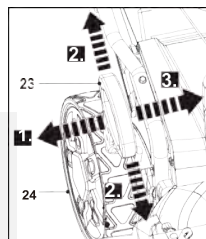

Fig. 20
1. Trageți maneta de reglare a înălțimii de tăiere (23) spre roata din spate (24) (Fig. 20, pasul 1), apoi mișcați-o înainte sau înapoi la înălțimea dorită de tăiere (Fig. 20, pasul 2).
2. Eliberați maneta (23) și asigurați-vă că se angajează corect în poziție (Fig. 20, pasul 3).
1. Setati maneta de reglare a înălțimii de tăiere (24) mai sus decât a doua poziție de jos (Fig. 20).